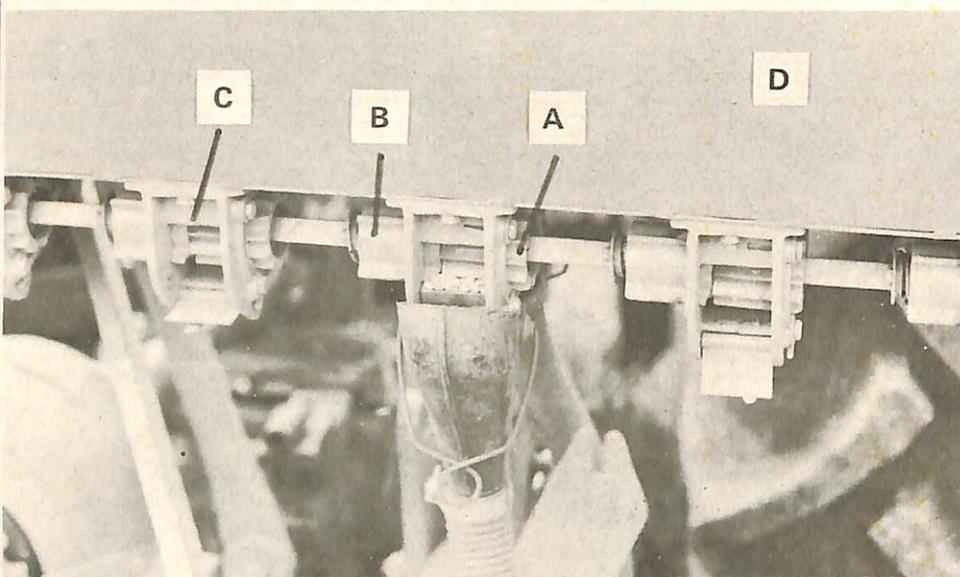

Fig. 22 - Componentes do sistema de distribuição de sementes: cilindros acanalados (a), manga deslocável (b), câmara de distribuição (c) e depósito (d)
-Mecanismo de distribuição de sementes - a distribuição de sementes se efetua com o mecanismo mostrado na Fig. 22. Um eixo horizontal comum, que recebe movimentação da roda, aciona os componentes - todos ou metade deles para cada